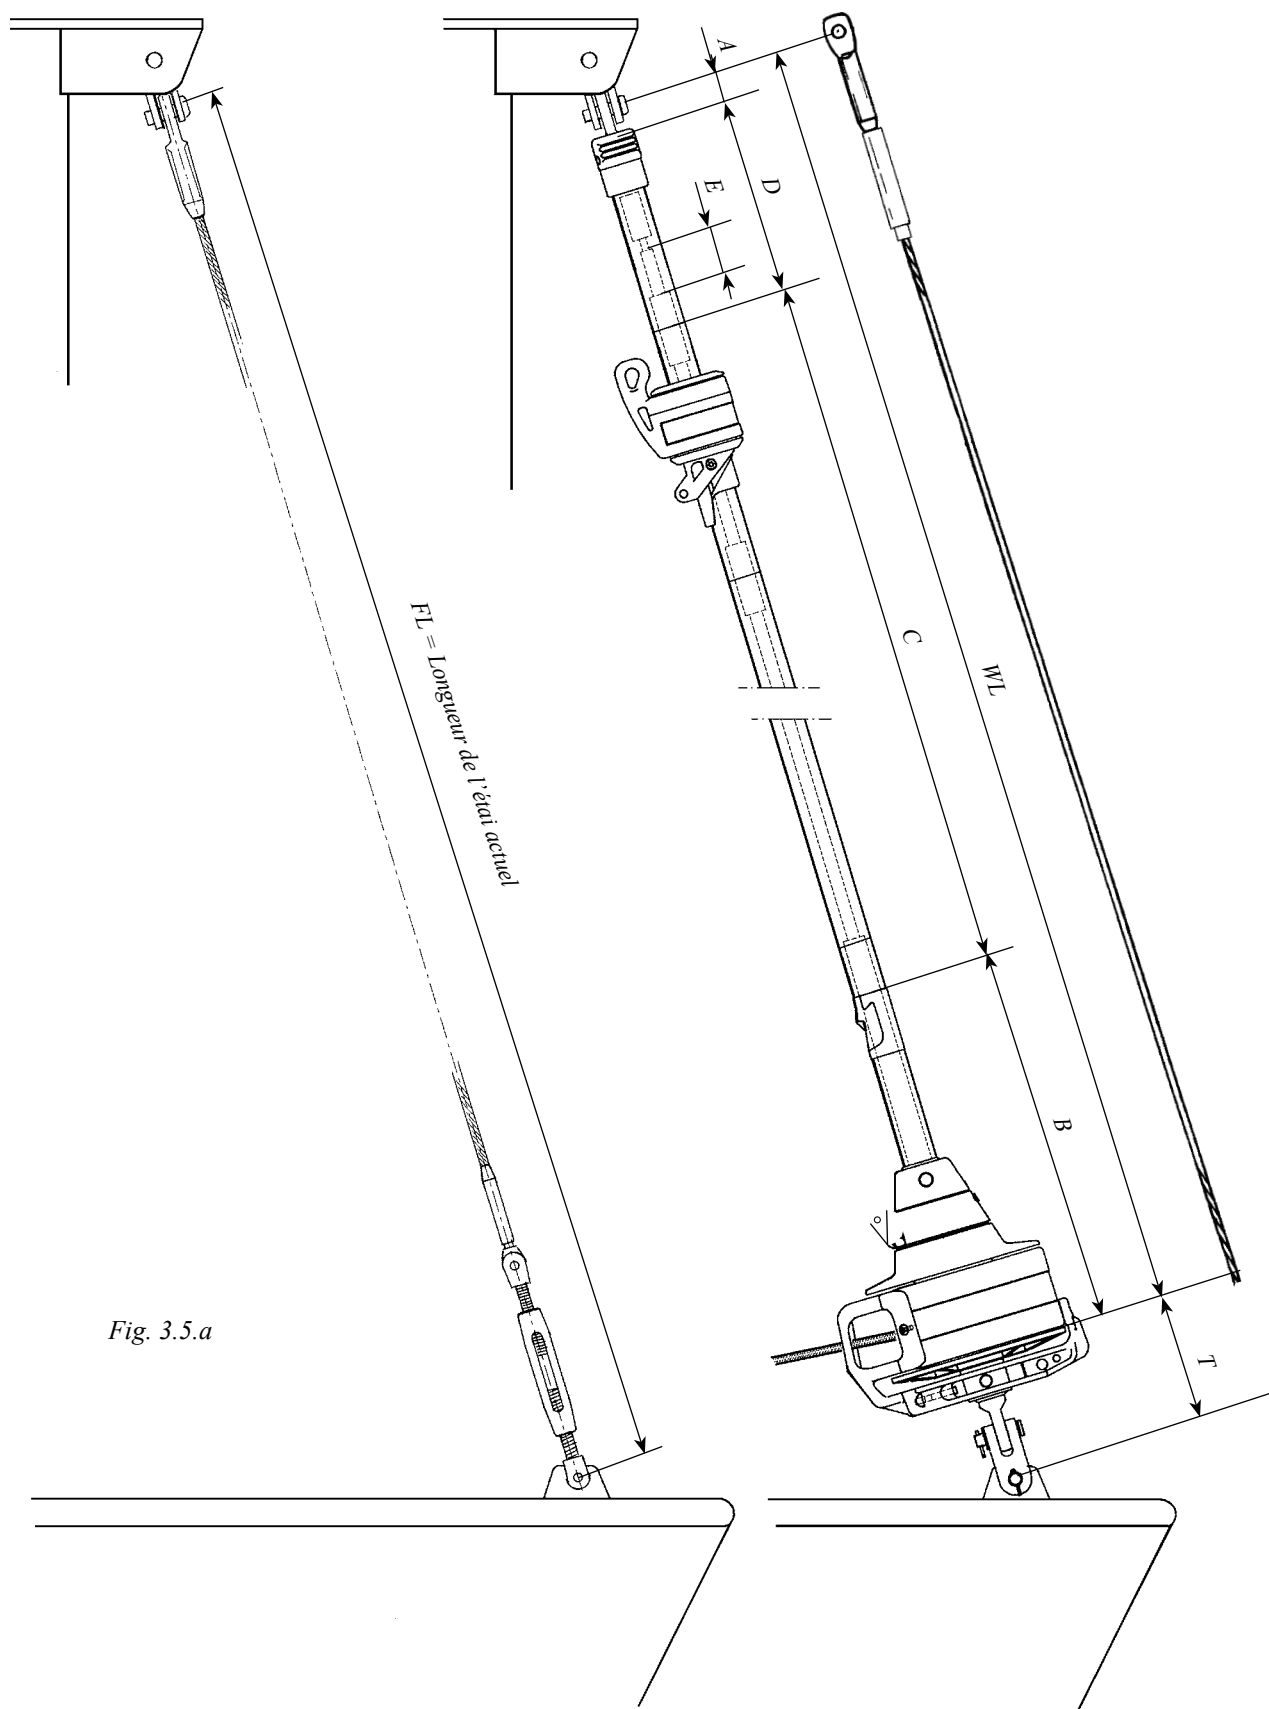

Fig. 3.5.a
16. Vérifier la longueur de l'étai FL selon "Tableau 1" (3.5.1) & Fig. 3.5.a. Si un ridoir Furlex est monté, le régler à mi-course. ("Réglage du ridoir", voir tableau 14.1.1.)